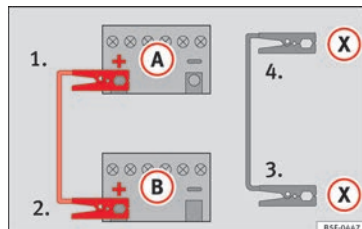

Abb. 76 Anschlussschema für Fahrzeuge mit Start-Stopp-System.
– Bei Fahrzeugen mit Start-Stopp-System: ein Ende des *schwarzen* Starthilfekabels **(X)** an einen geeigneten Masseanschluss, ein massives, fest mit dem Motorblock verschraubtes Metallteil oder an den Motorblock selbst anklemmen **» Abb. 76.**